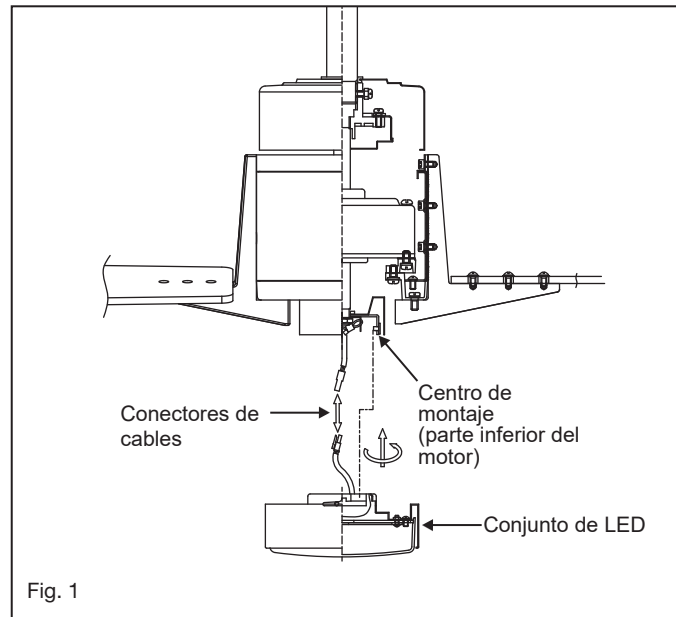

Fig. 1
- 1 Mientras sostiene el conjunto de LED debajo de su ventilador, realice las conexiones del enchufe polarizado: (Fig. 1)